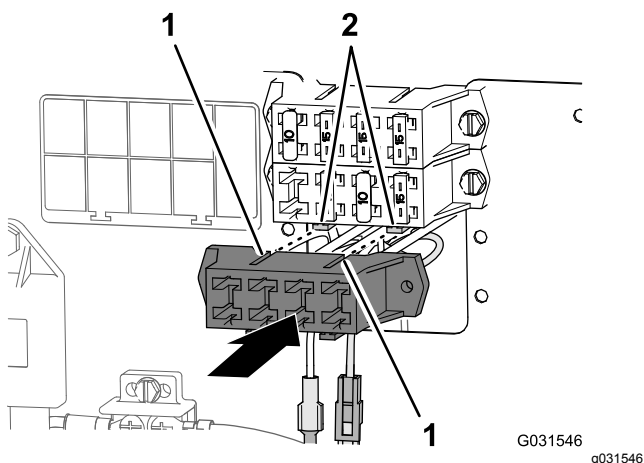

Figura 205
3. Allineate le scanalature nel portafusibili ausiliario con le flange di montaggio del portafusibili della macchina (Figura 205).